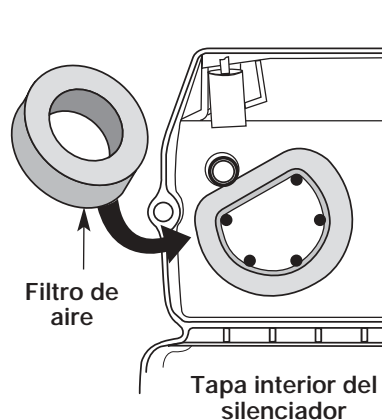

Fig. 37
2. Gire la tapa y ubique el filtro de aire adentro. Saque el filtro de aire de adentro de la tapa del filtro de aire / silenciador (Fig. 37).
6. Cambie el filtro de aire dentro de la tapa del filtro de aire / silenciador. (Fig. 37).